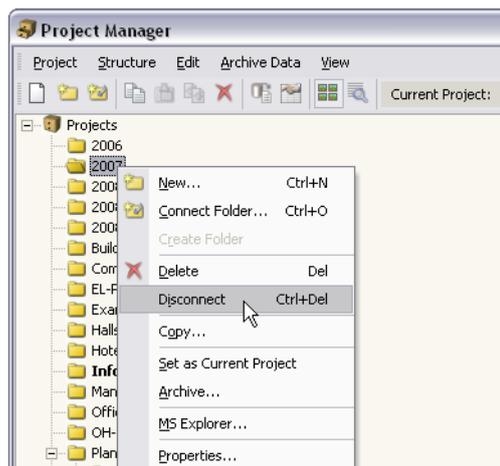

Figura 12.7: Menú contextual para un proyecto
- utilice el menú contextual del proyecto en el navegador (Figura 12.7, página 360).